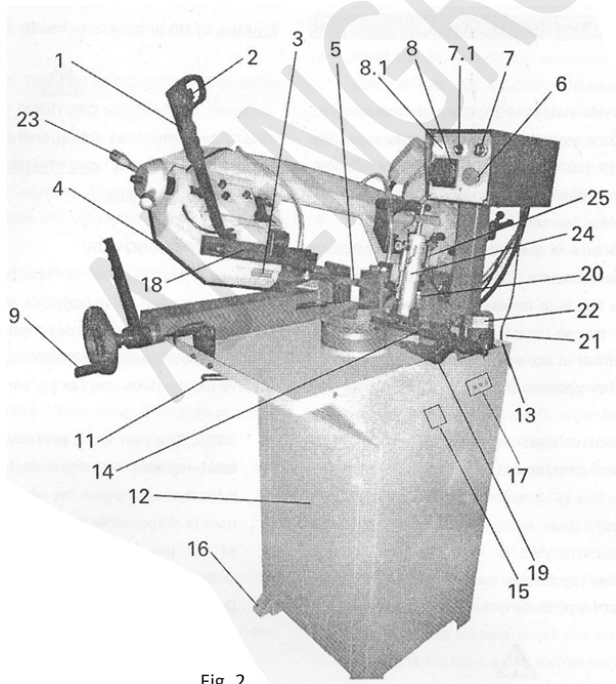

Fig. 2
- Lav placeringen af monteringshullerne (nr. 16 - Fig. 2)